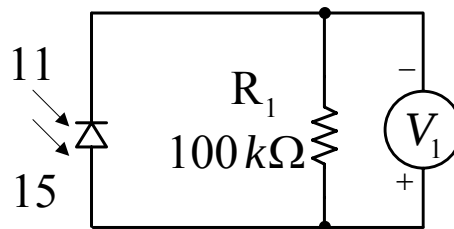

Figura 10 - Circuito para medir a tensão nos fotodiodos.
Montar o circuito mostrado na figura 10 e medir a tensão sobre o resistor de $100\text{ k}\Omega$.
- Calcular a potência gerada no fotodiodo da figura 10;
- O fotodiodo é um retângulo com lados iguais a $0,5\text{ mm}$ e $0,8\text{ mm}$. Utilize seus resultados para determinar a potência por mm^2 e por m^2 , para o circuito da figura 10;